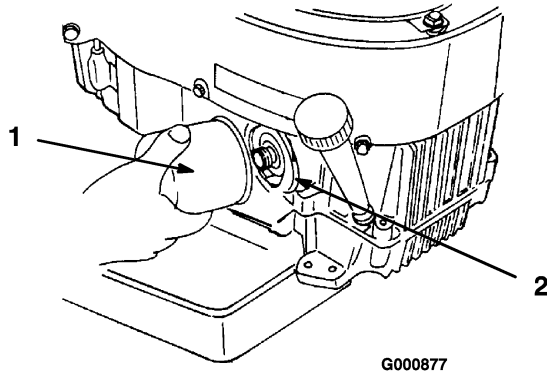

Bild 24
2. Entfernen Sie den alten Filter (Bild 24).
4. Drehen Sie den Austauschfilter auf den Anbaustutzen auf. Drehen Sie den Ölfilter nach rechts, bis die Gummidichtung den Anbaustutzen berührt. Ziehen Sie ihn dann um eine weitere 3/4 Umdrehung fester (Bild 24).